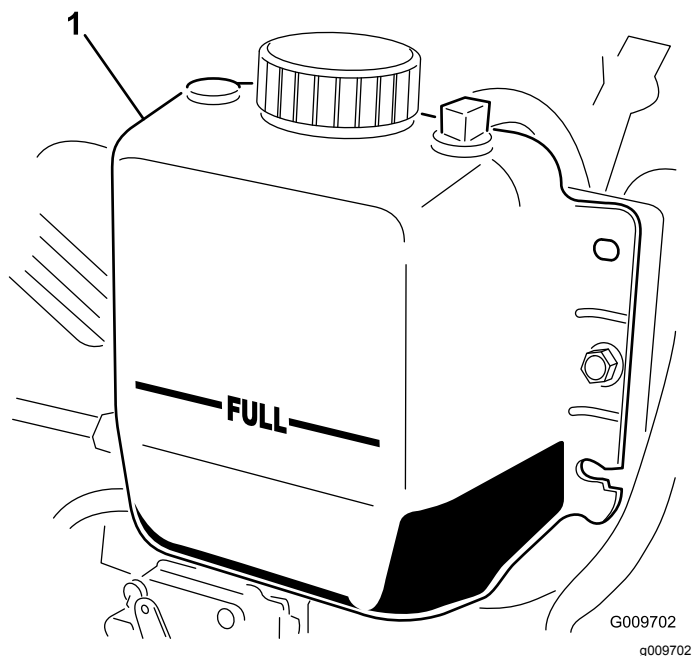

図 74
2. ラジエーター内部の液量を点検する。ラジエーターは補給口の首の部分まで、補助タンクはFULLマークまであれば適正です 図 74。